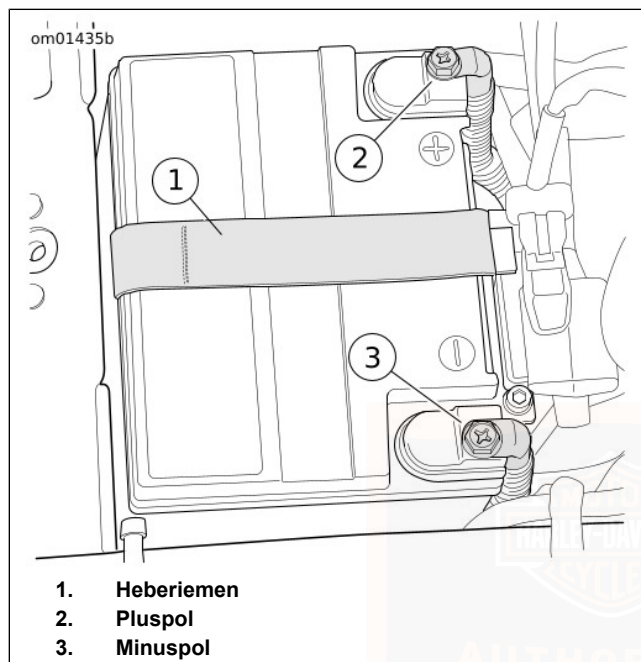

Abbildung 126. Batteriefach
10. Siehe Abbildung 126 . Beide Batteriepolverschrauben (2, 3) lösen, den Minuspol der Batterie zuerst.
11. Den Batterieheberriemen (1) nach oben ziehen, um die Batterie anzuheben. Wenn die Batterie weit genug angehoben wurde, um sie gut fassen zu können, Batterie greifen und komplett ausbauen.
3. Siehe Abbildung 126 . Die Batterie mit der Kontaktseite nach vorne in die Batteriegrundplatte einsetzen.